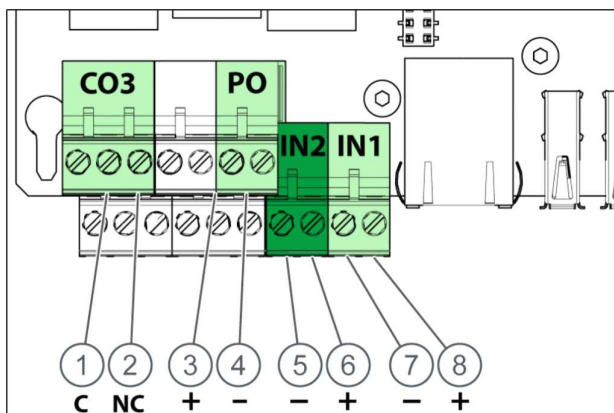

Рис. 44. Как подключить оборудование пожаротушения к клеммам платы MCU
2. Подключите оборудование пожаротушения к клеммам платы MCU согласно рис. 44.